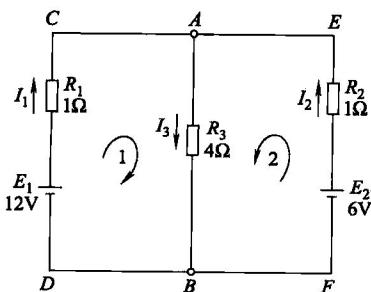

图 1-12 【例 1-5】电路
**【例 1-5】** 试求图 1-12 所示电路的各支路电流。